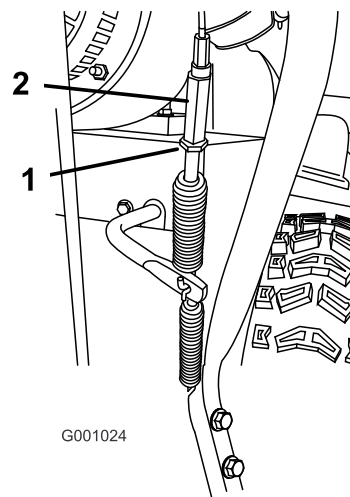

Figura 37
1. Allentate il controdamo (Figura 37)
2. Allentate o serrate il tornichetto che regola la tensione sul cavo (Figura 37).